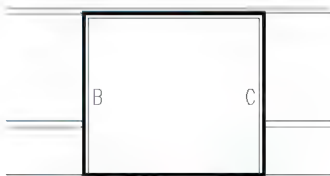

图 4.26 向下延伸 B、C 线至门洞口线处
(3) 用【延伸】命令将 B、C 线向下延伸至门洞口线处，结果如图 4.26 所示。这样就绘制出了门框的上框和左、右边框。